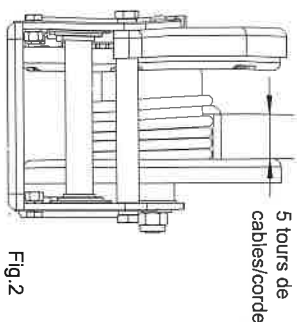

Fig. 2
3. TOUJOURS LAISSER AU MOINS 5 TOURS DE CABLE/CORDE SUR LE TAMBOUR (Fig. 2)